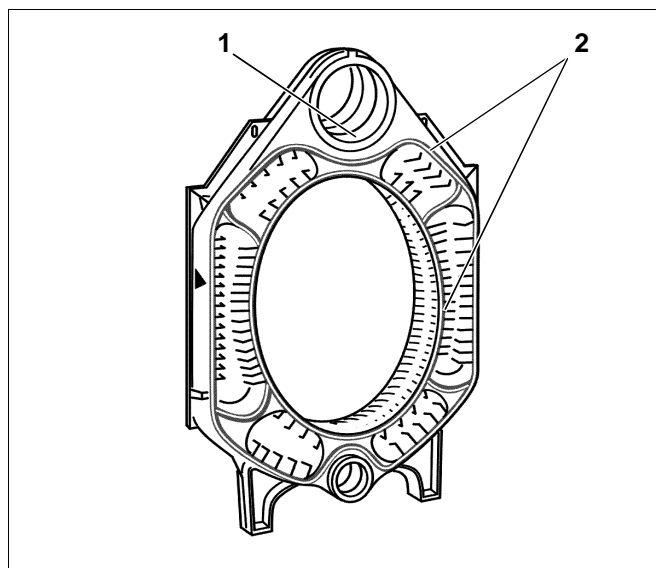

Fig. 14 Preparazione dell'elemento intermedio
- Cospargere di minio le superfici di tenuta ermetica dei mozzi (fig. 14, **pos. 1**).
- Cospargere collante sui cunei di tenuta, vedi (fig. 14, **pos. 2**).